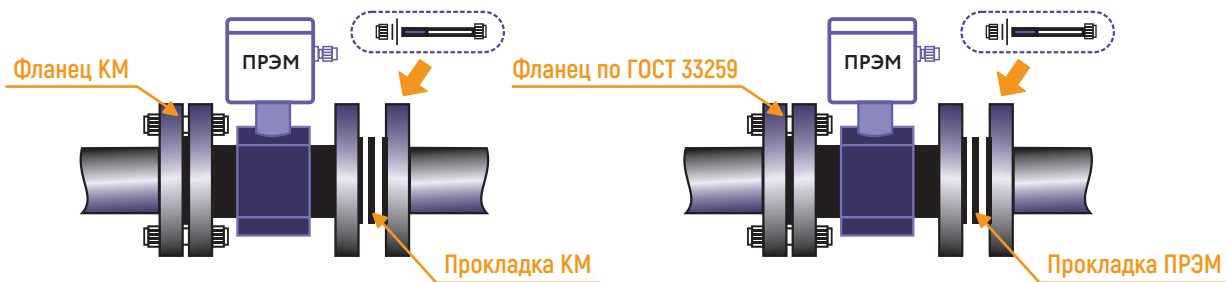

Рисунок 23. Варианты монтажа ПРЭМ фланцевого исполнения
- Установить расходомер между фланцами (рис. 23) и зафиксировать его болтами. Затянуть гайки болтов.